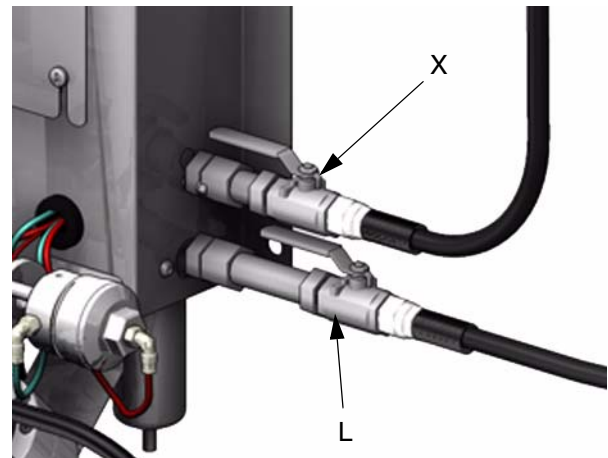

FIG. 8
2. Instale una válvula de cierre tipo purga (L) en la entrada  del filtro de aire del panel de fluido Smart. FIG. 8.
4. Instale una válvula de cierre tipo purga (X) en la entrada  de la válvula de purga de aire en el panel de fluido Smart. FIG. 8.
5. Conecte una línea de suministro de aire a la válvula de cierre (X) para suministrar aire para la secuencia de purga de disolvente y de aire. Utilice un suministro de aire seco y limpio (instale filtros/secadores según sea necesario)